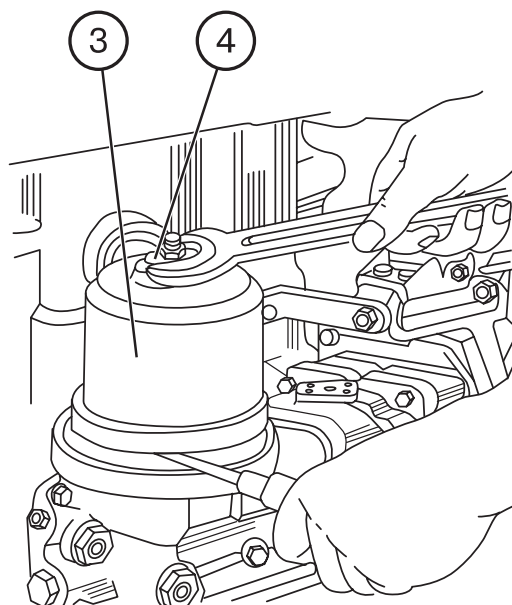

Рис.38
- б) между корпусом фильтра и дном ротора вставьте отвертку (стержень небольшого диаметра) и застопорите ротор от проворачивания (см. рис. 38). Ключом  $S=36$  мм, вращая гайку 4 крепления стакана ротора, стяните стакан 3 с корпуса ротора;